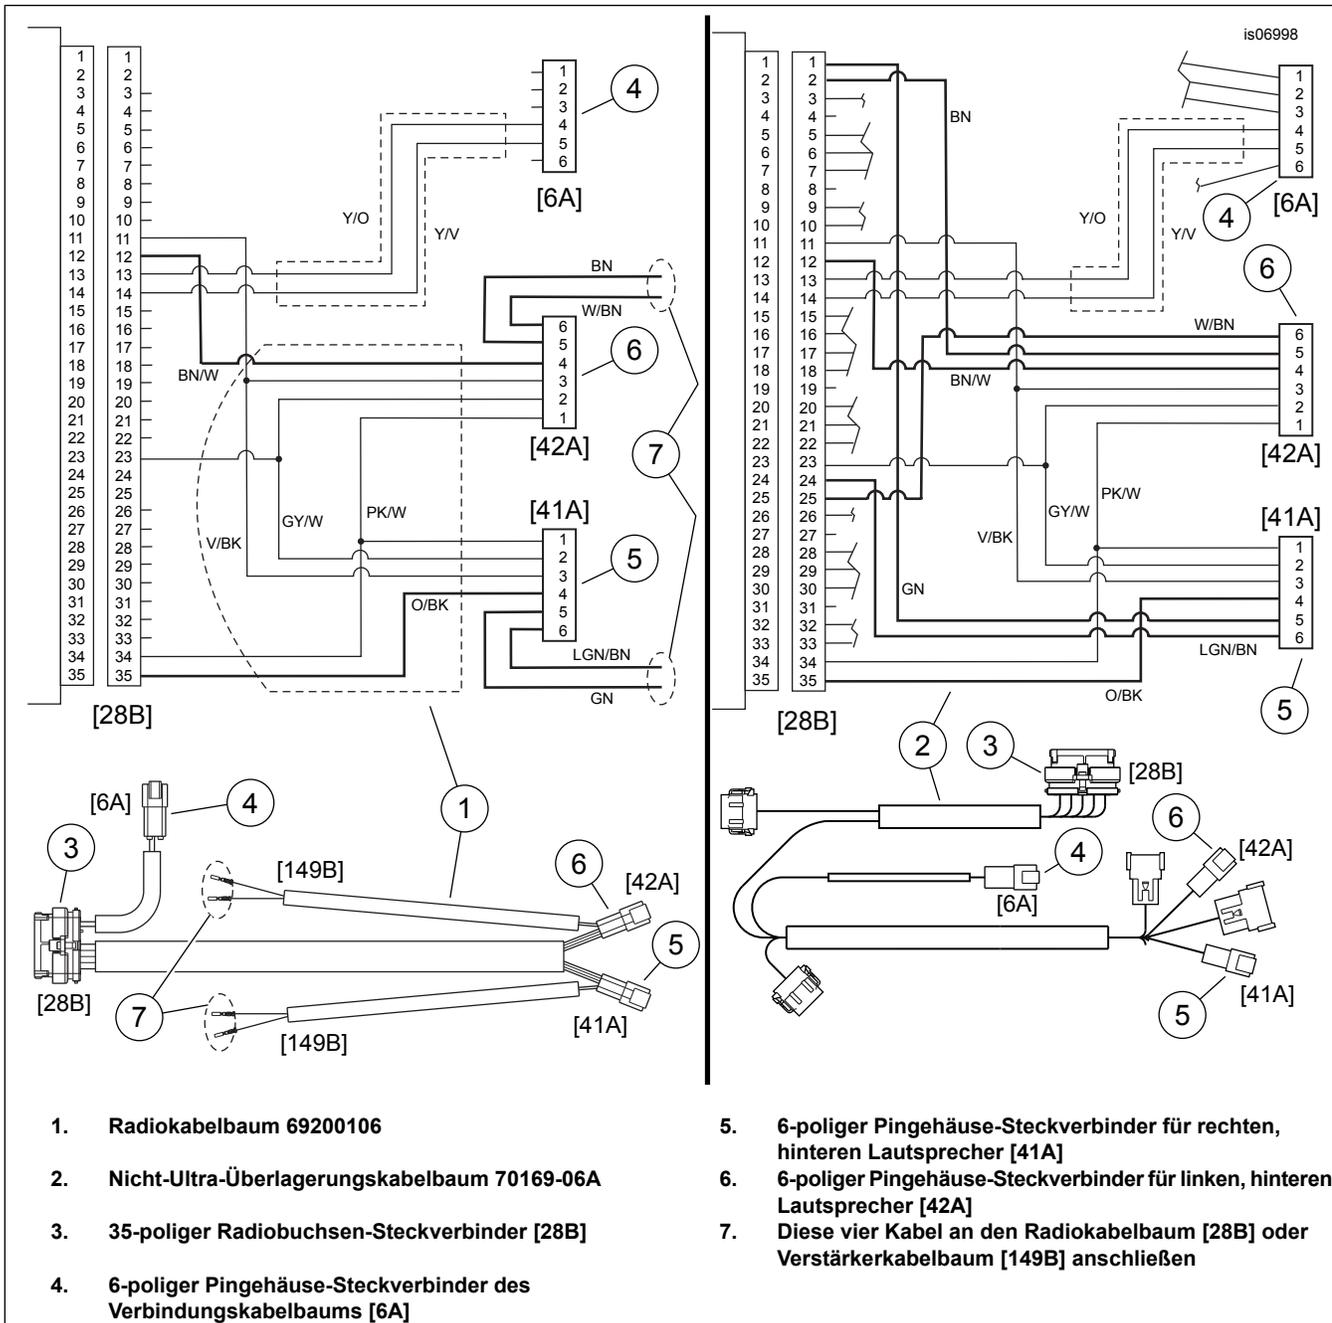

Abbildung 5. Radiokabelbaum/Nicht-Ultra-Überlagerungskabelbaum – Stromlaufplan
5. Siehe Abbildung 5. Sofern noch nicht gemacht, das 35-polige Buchsengehäuse [28B] (3) des Radiokabelbaums (1) oder des Nicht-Ultra-Überlagerungskabelbaums (2) an der Rückseite des Radios anschließen. Das 6-polige Pingehäuse [6A] (4) an den Fahrzeug-Verbindungskabelbaum anschließen. Mit Kabelbindern befestigen.